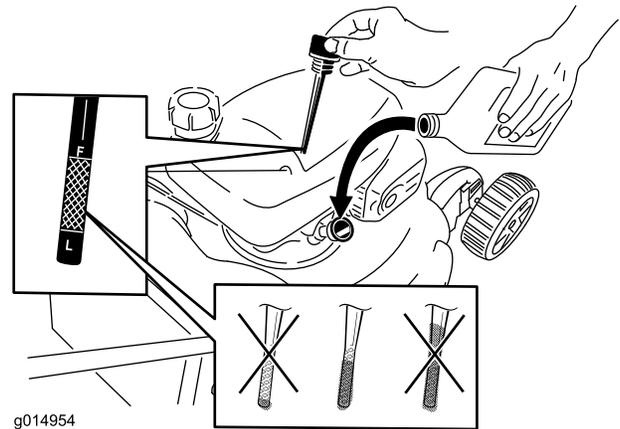

Bild 26
8. Füllen Sie das Öl **langsam** in den Einfüllstutzen ein, um den Ölstand auf die Marke **Voll** am Peilstab anzuheben. Bild 26 **Füllen Sie nicht zu viel ein.** (Max. Füllstand: 0,55 l, **Sorte: Waschaktives SAE 30-KFZ-ÖL** mit der Klassifizierung SL, SM oder höher durch das American Petroleum Institute (API.) SAE 10W30 kann statt SAE 30 verwendet werden.